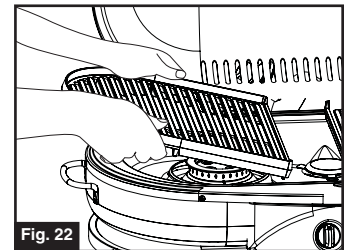

Fig. 22
- Coloque una rejilla, plancha o anillo de la estufa en cada quemador. (Fig. 22, 23, y 24)